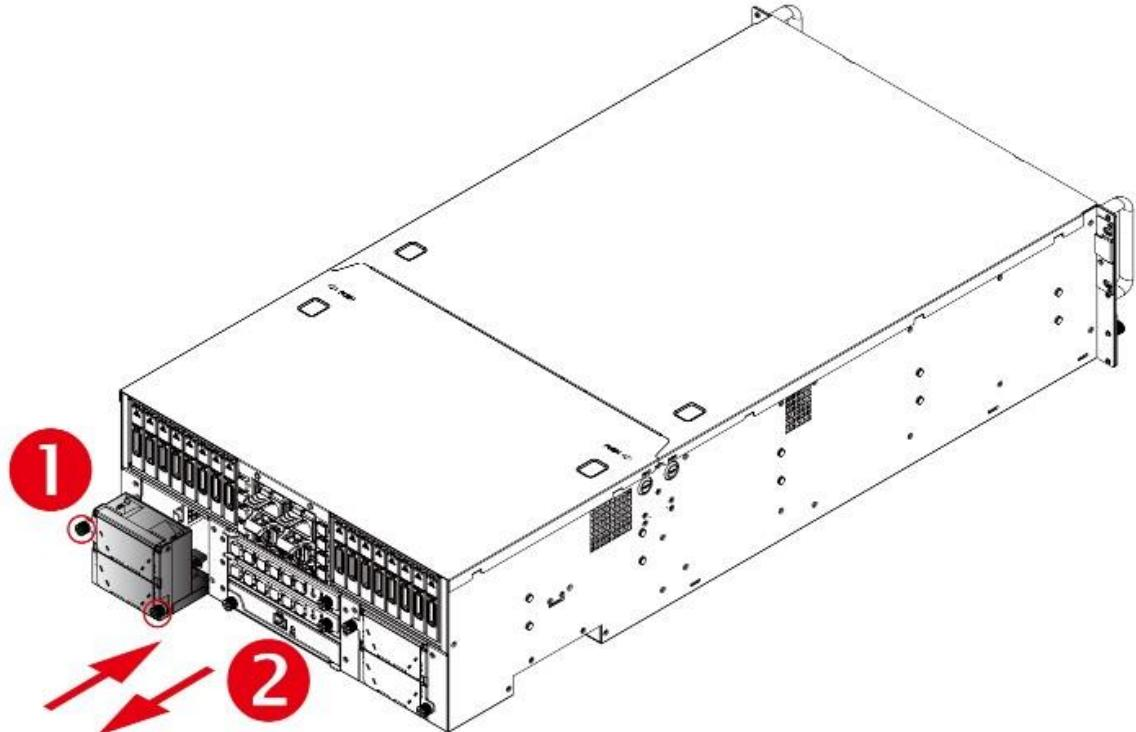

Рисунок 141 - Демонтаж и монтаж модуля вентилятора
- 2) Потянуть модуль из лотка вентилятора аккуратно и твердо, пока она не выйдет из шасси корпуса (см. Рисунок 141).